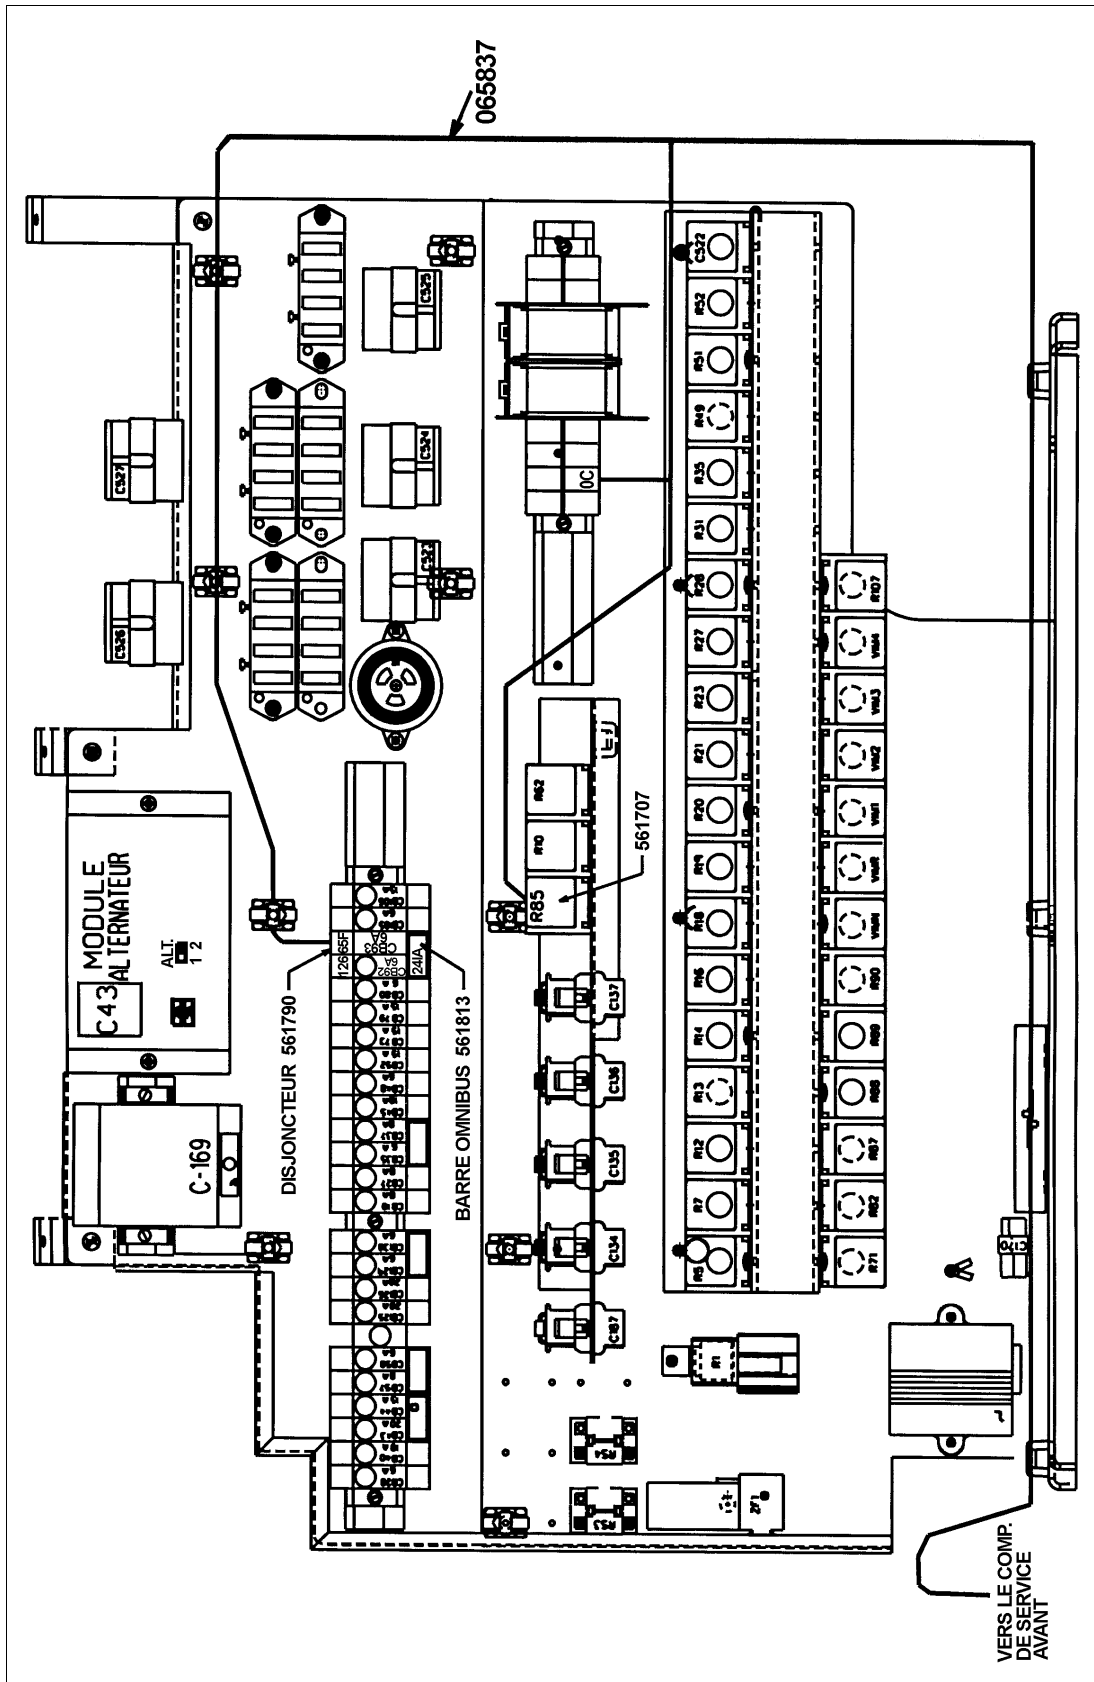

FIGURE 4
2. Sertir ou souder le fil 65D du câblage (065837) au fil 65D du connecteur C11 pos.17.
6. Fixer la base du relais R85 puis installer le mini relais 24V avec diode (561707) selon la figure 4.